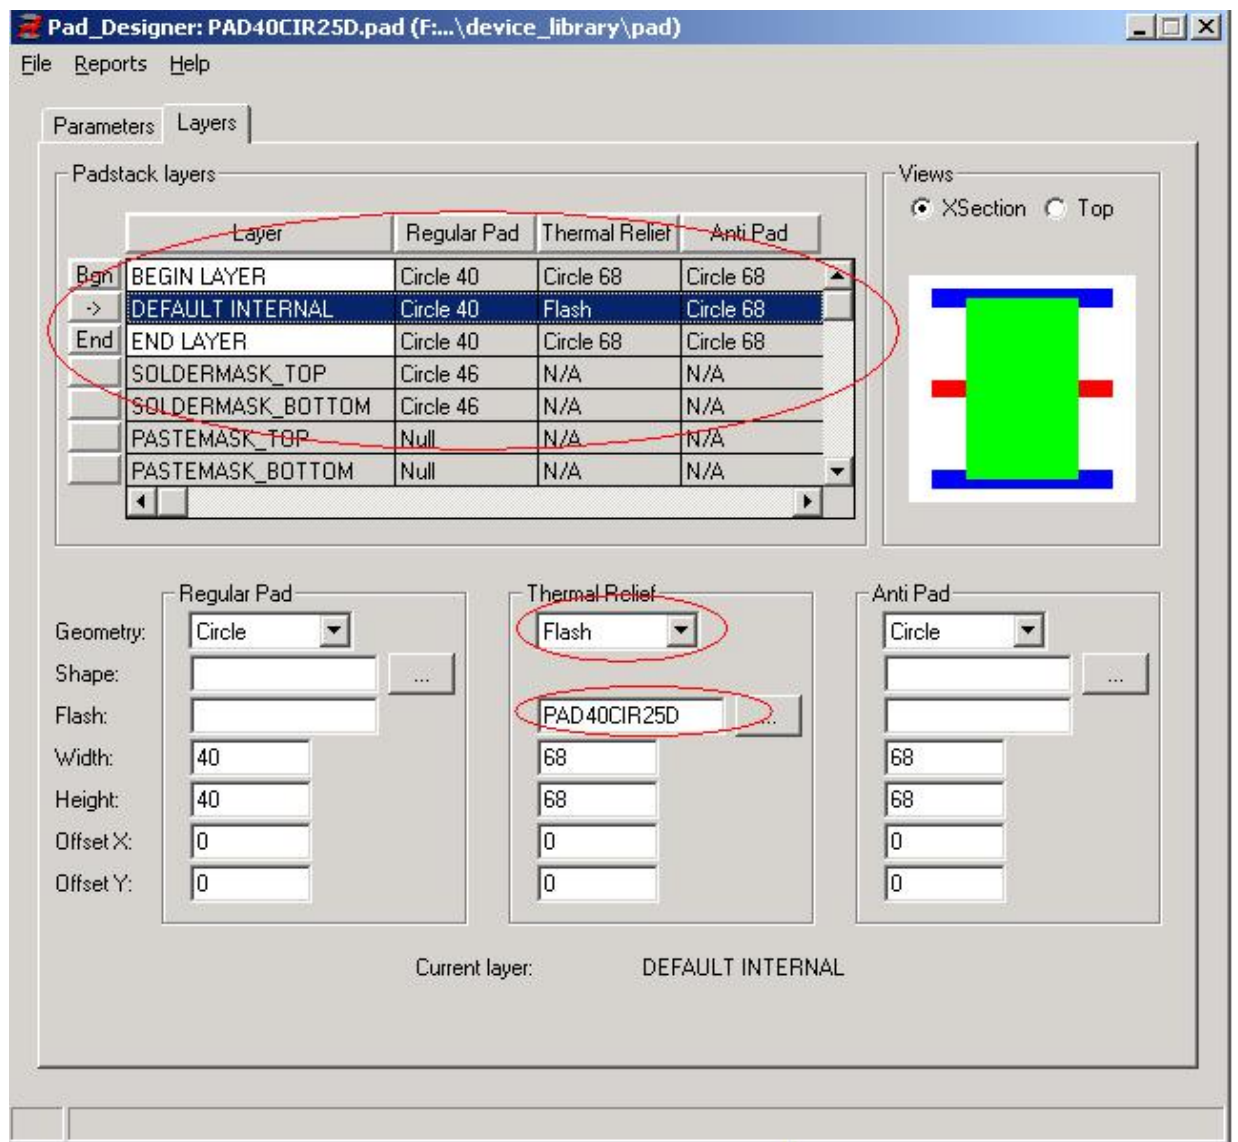

图 6-13 Padstack layers 相关设置
4) Padsatck layers 设置如图 6-13, 阻焊 、 Thermal Relief and Anti Pad 相关要求见第 4 章高计要求。